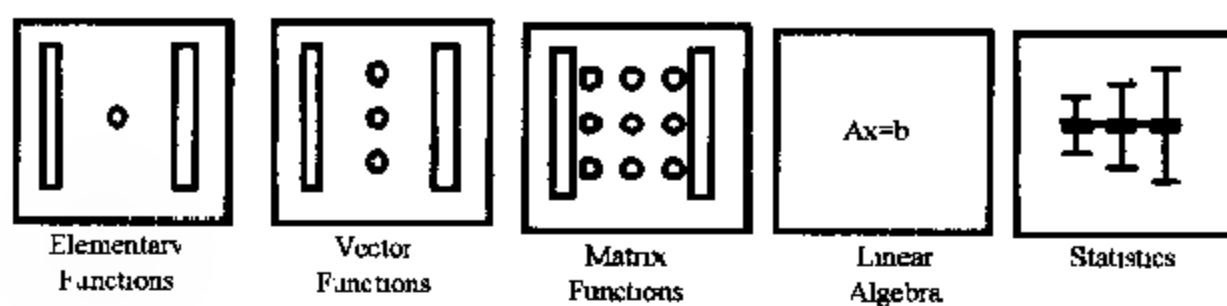
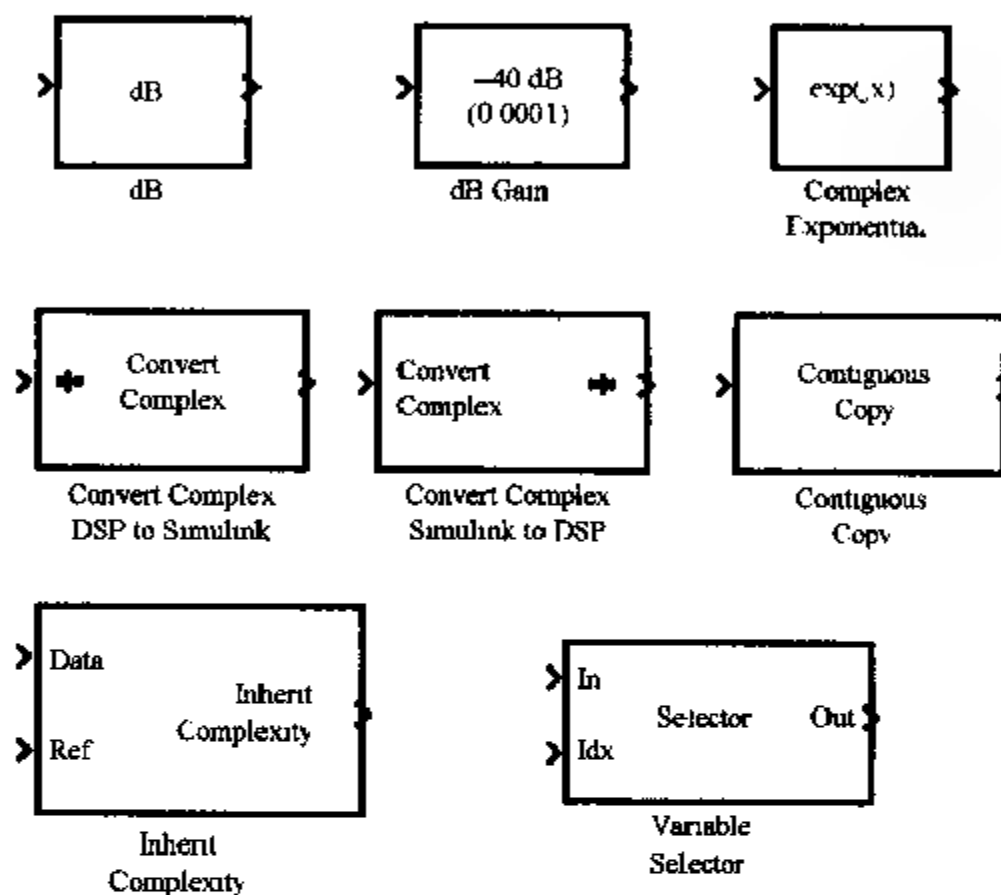

图 6.25 数学函数库中的模块库
图 6.26 基本函数模块库中的模块
6) Math Functions(数学函数库),该库中包含有基本函数、向量函数、矩阵函数、线性代数和统计五个模块库,如图 6.25 所示。各模块库中的模块如图 6.26 至 6.30 所示。